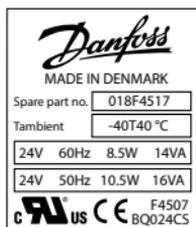

Abbildung 2
Der Spulentyp (BB230AS) ist ebenso wie die Spannung (V) und die Frequenz (Hz) vorne auf die Spule gedruckt – siehe Abbildung 2.